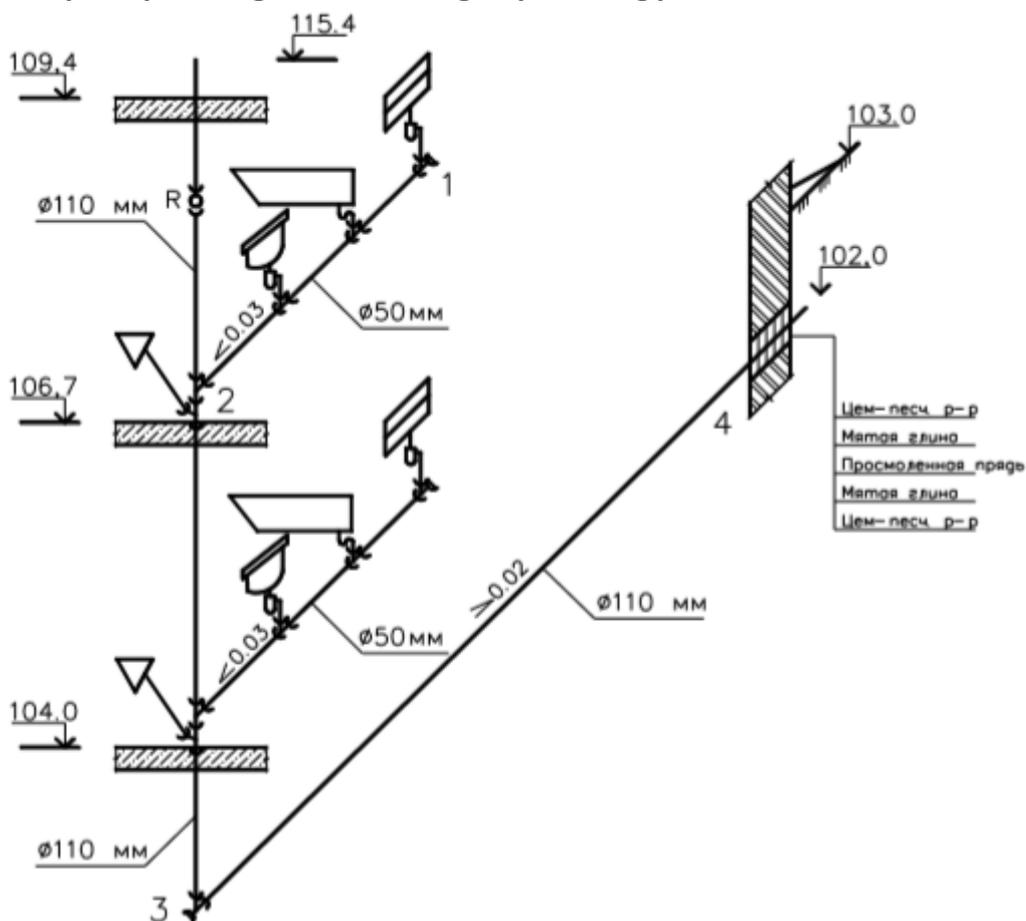

Рисунок 1 – Аксонометрическая схема внутренней канализации
2. На план подвала наносят стояки, горизонтальные трубопроводы (выпуски), соединяющие ряд стояков с колодцем дворовой (внутриквартальной) канализации, показывая на этих участках необходимые прочистки, указывают диаметр, уклон и длину на всех участках трубопроводов (рисунок 1).
АксонOMETрическую схему внутренней канализации К1 выполняют во фронтальной изометрии с левой системой осей. АксонOMETрическая схема внутренней канализации вычерчивается только для одной секции (см. рисунок 1).